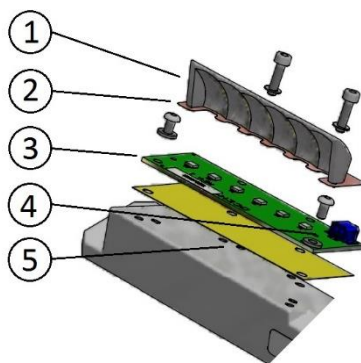

Figure 21 – Remplacement du module LED
- débrancher le câble d'alimentation du module LED (Figure 21- n° 4) ;
- déposer le module LED (Figure 21- n° 3) et le réflecteur correspondant (Figure 21- n° 1) de l'équerre presse-prisme en desserrant les deux vis TCHC M3x12 ;
- s'assurer que l'interface thermique (Figure 21- n° 5) est bien positionnée sous le module LED ;
- s'assurer que la feuille isolante en Kapton (Figure 21- n° 2) est bien positionnée sur le module LED ;
- relier le câble d'alimentation au module LED (Figure 21 - n° 4).